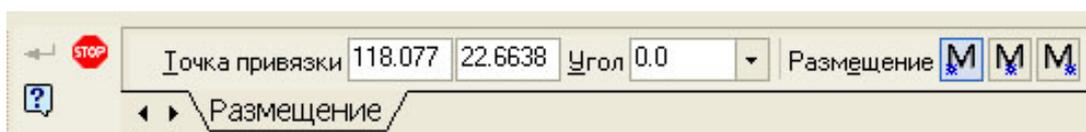

Рисунок 2
2.2 Чтобы создать произвольный фрагмент текста на чертеже или во фрагменте, вызовите команду **Инструменты⇒Ввод текста**, либо выберите кнопку  на панели **Обозначения**. На Панели свойств появятся элементы, позволяющие настроить размещение надписи (рисунок 2): выбрать координаты точки привязки, угол наклона строк текста к горизонтали, а также способ размещения текста относительно точки привязки (справа, слева, симметрично).